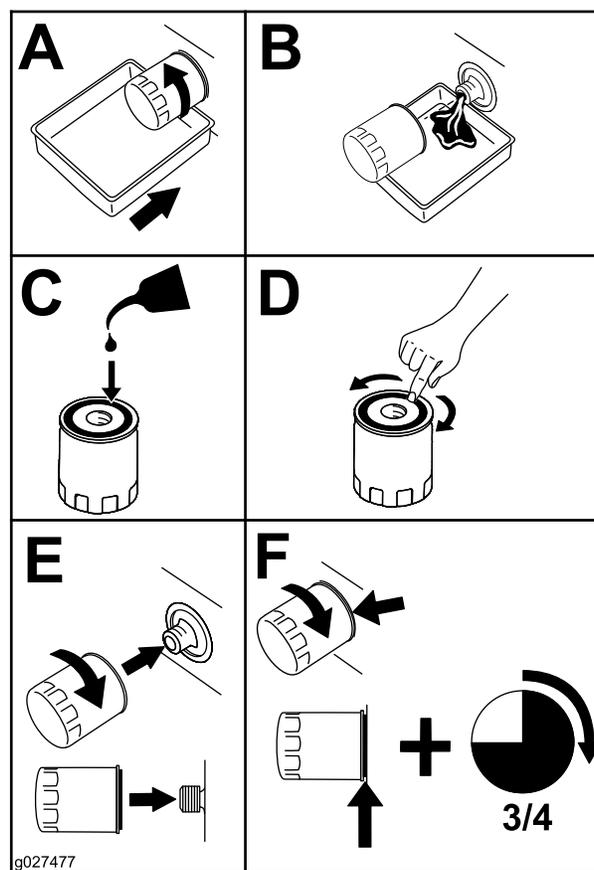

Figura 23
3. Rimuovete il filtro dell'olio motore (Figura 23). Una volta spurgato l'olio, installate un nuovo filtro dell'olio.